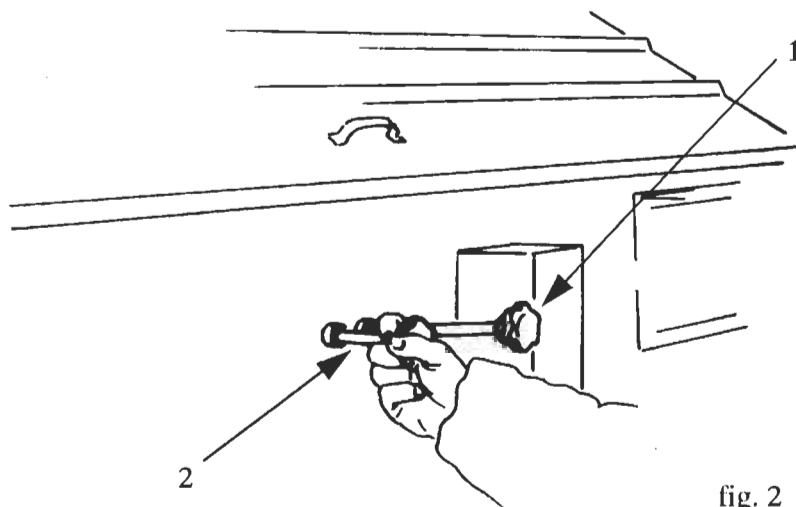

fig. 2
- 3) Inserire la marcia del riduttore usando la leva nr.1 (fig.2, pos.1) e agire sulla leva nr.2 del riduttore (fig.2, pos.2).
- 3) Select the gear with the lever no. 1 of the gearbox (fig.2, pos.1) and operate the lever no. 2 of the gearbox (fig.2, pos.2).